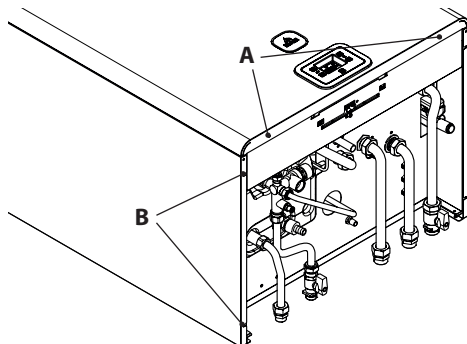
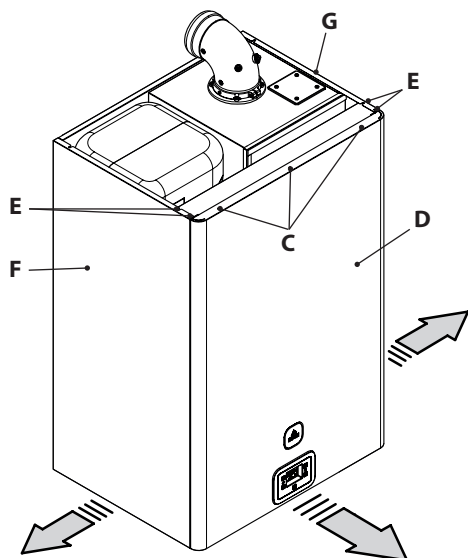

Figura 9.7
Figura 9.8
- Svitare le viti **A** e **C** quindi rimuovere il pannello frontale **D** tirandolo fortemente verso di sé (Figura 9.7 e Figura 9.8).
- Togliere le viti **E** in Figura 9.8 e rimuovere la traversa.
- Allentare le viti **B** in Figura 9.7 e togliere il pannello laterale **F** in Figura 9.8 tirandolo verso l'esterno.